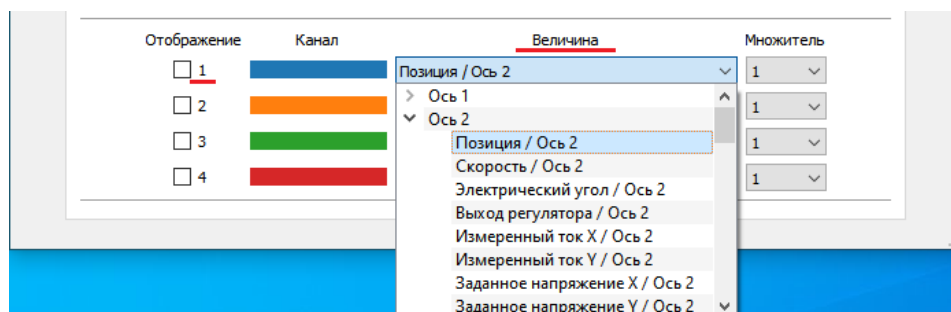

Рисунок 4.6. Список параметров, доступных для отображения
- «Величина» — список параметров, доступных для отображения в данном канале. Параметры сгруппированы по осям (рис. 4.6), кроме того есть группа общих параметров, которые не относятся ни к одной из осей. Для выбора параметра, отображаемого в данном канале, сначала выберите и разверните группу параметров, а после этого выберите параметр внутри группы.